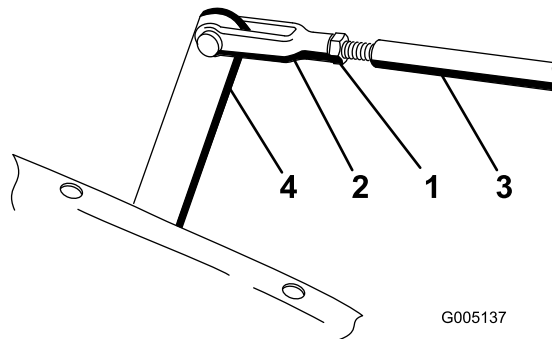

Figure 44
3. Déplacez le levier de réglage à la main pour mettre les pédales de tonte et de relevage au même niveau, puis réglez la chape sur la tige de commande de manière à aligner le trou de la chape et celui du levier de réglage (Figure 44).